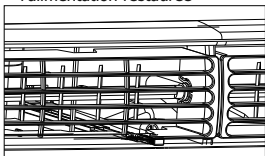

Figure 1 (ÉVÉN FERMÉ)
- Faire recirculer l'air à l'intérieur de la pièce – événement fermé (voir Fig. 1)